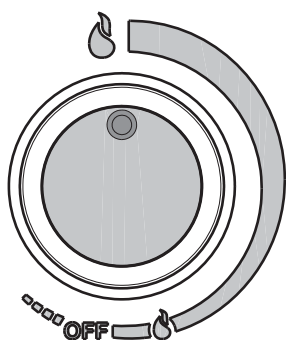

fig. 8A
- Med "A" velgeren i denne stilling vannvarmeren er skrudd på med flammen til et minimum, fortsetter rotasjonen øker flammen inntil den når maksimum "🔥" symbol (fig. 8A).